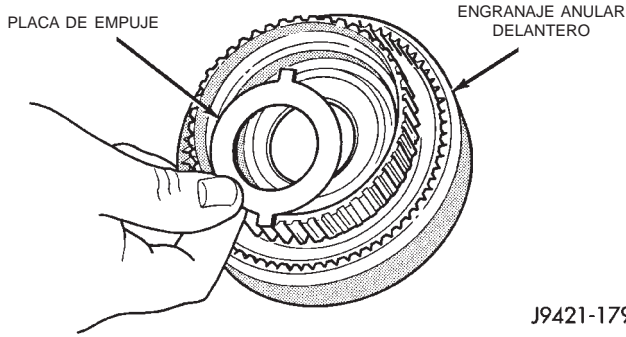

Fig. 160 Emplazamiento de la placa de empuje en el soporte del engranaje anular delantero
(18) Coloque la placa de empuje en el soporte del engranaje anular delantero (Fig. 160). **Observe que la placa tiene dos lengüetas. Estas lengüetas encajan en las escotaduras de la maza del anular.**